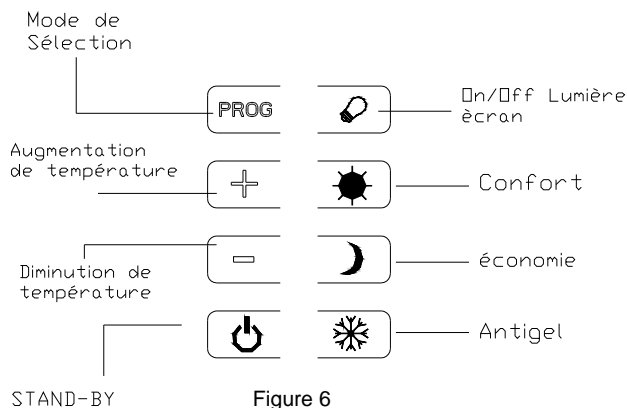

Figure 6
- 3) Appuyez sur la touche « Stand-by » pour connecter l'appareil (Figure 6).
- 2) Appuyez sur « PROG » (Figure 6) pour passer au mode automatique. Les 4 chiffres de l'horloge apparaissent. En premier lieu, les deux "0" qui indiquent l'heure clignotent. Appuyez sur la touche « + » ou « - » pour indiquer l'heure actuelle. Ensuite, appuyez sur « PROG » pour programmer les minutes.
- 5) Commencez par programmer le premier créneau du lundi (1) de minuit à 1 heure du matin (le premier trait clignote).
Pour allumer ou éteindre l'écran LCD, appuyez sur la touche « ON/OFF LUMIÈRE ÉCRAN » (Figure 6).